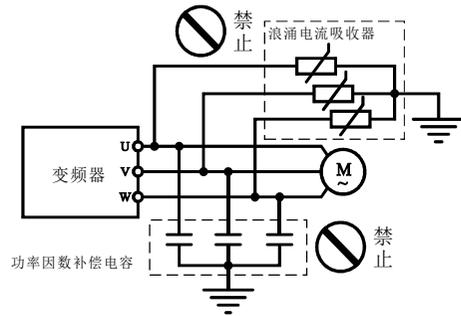

图 1-3
- 由于变频器的输出电压是PWM脉冲波，因此在其输出端请不要安装电容或浪涌电流吸收器(如压敏电阻)，否则将会导致变频器出现故障跳闸，甚至功率元件的损坏。如已有安装的，请务必拆除。见图1-3所示。